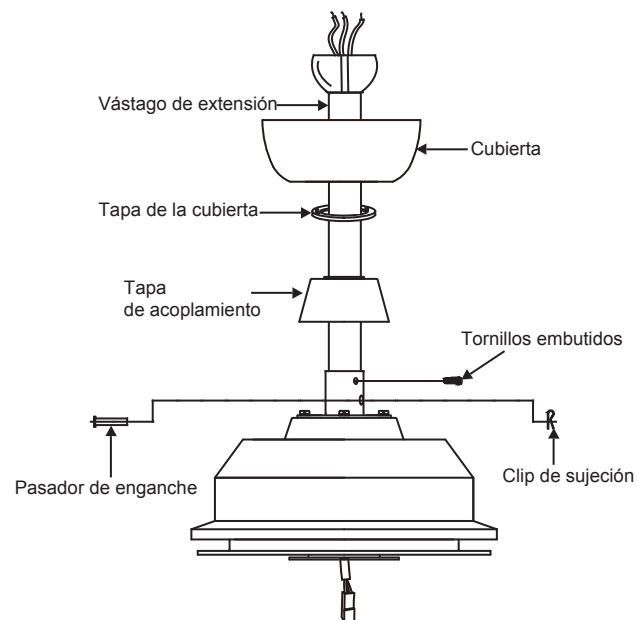

Fig. 9
Paso 8. Deslice la tapa del acoplamiento, asegure el anillo, la tapa de la cubierta y la cubierta sobre el vástago de extensión. (Fig. 9)
Enrosque la bola colgante en el vástago de extensión, inserte el pasador transversal en el vástago de extensión y ajuste. Ahora, ajuste el tornillo embutido. (Fig. 9)